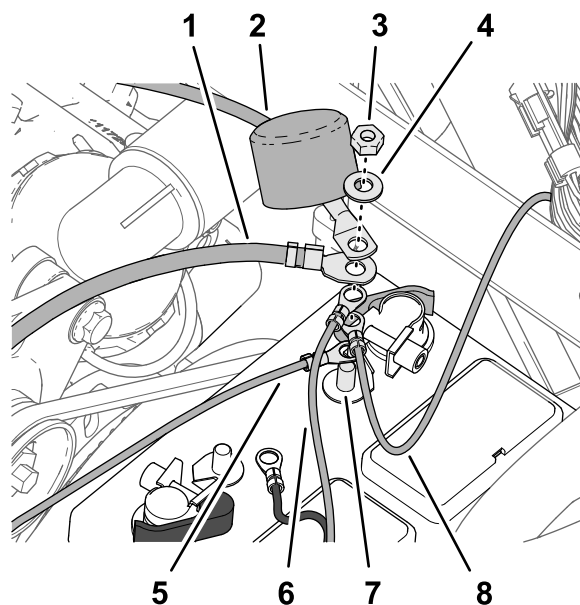

Figura 210
2. Montate i seguenti terminali di fili e cavi sul polo filettato del terminale positivo della batteria (Figura 210) nell'ordine seguente:
4. Allineate la copertura isolante del cavo positivo della batteria fino allo starter sul polo filettato (Figura 210).